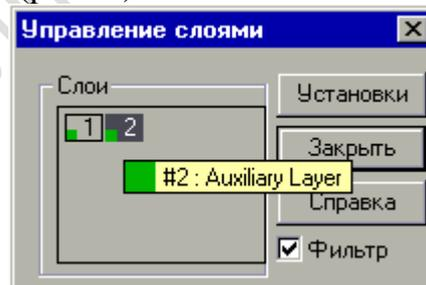

Рисунок 4. Управление слоями.
- Нажмите кнопку  «Управление слоями» на панели «Режимы». Появится диалог «Управление слоями» (рис. 4)